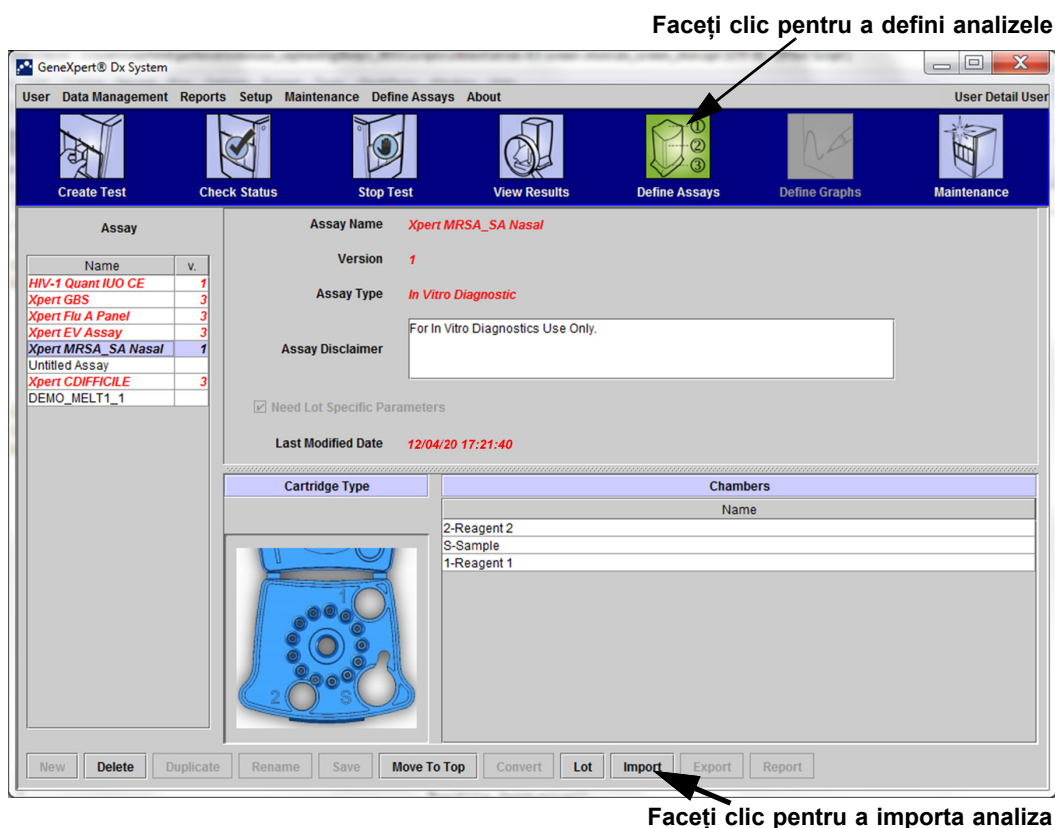

Figura 2-91. Sistem - Fereastra Definire analize (vizualizare utilizator Detalii)
1. În fereastra sistemului GeneXpert Dx, faceți clic pe **Definire analize (Define Assays)** din bara de meniu. Apare fereastra Definire analize (Define Assays). Figura 2-93 afișează fereastra Definire analiză (Define Assay) pentru administratorul sistemului GeneXpert Dx. Fereastra pentru utilizatorii Detalii (Detail) și De bază (Basic) are mai puține funcții (consultați Figura 2-91).
4. Navigați la folderul sistemelor GeneXpert. Localizați și selectați fișierul cu definiția analizei (.gxa/.nxa), apoi faceți clic pe **Importare (Import)**. Numele și numărul noii analize apar în lista Analiză (Assay) (în partea stângă a ferestrei) și detaliile despre analiză apar în partea dreaptă a listei. Consultați Figura 2-91.